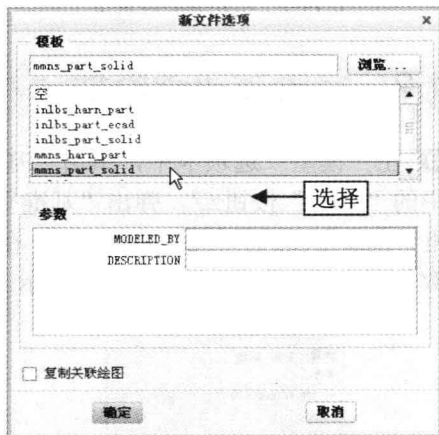

图 14-3 选择相应选项
Step 02 单击“确定”按钮,弹出“新文件选项”对话框,在列表框中选择相应的选项,如图 14-3 所示,单击“确定”按钮,新建零件文件。